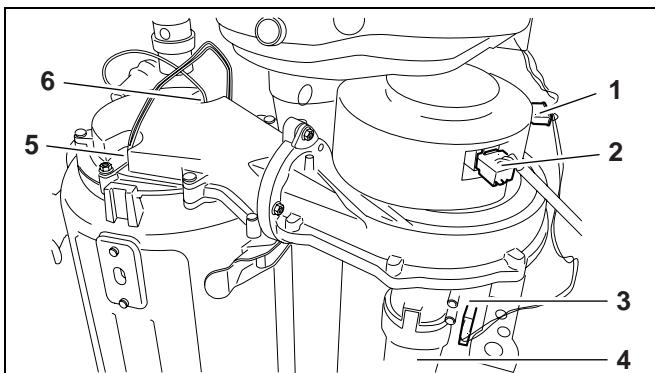

Рис. 44 Отсоединение штекера от воздуховодки и газопроводной арматуры
- Отсоединить штекер (рис. 44, **поз. 1, 2 и 3**) от газового/воздушного блока.
- Демонтировать воздухозаборник с газового/воздушного блока (рис. 44, **поз. 4**).
- Отсоединить штекер от ионизационного штифта (рис. 44, **поз. 6**) и накального зажигателя (рис. 44, **поз. 5**).